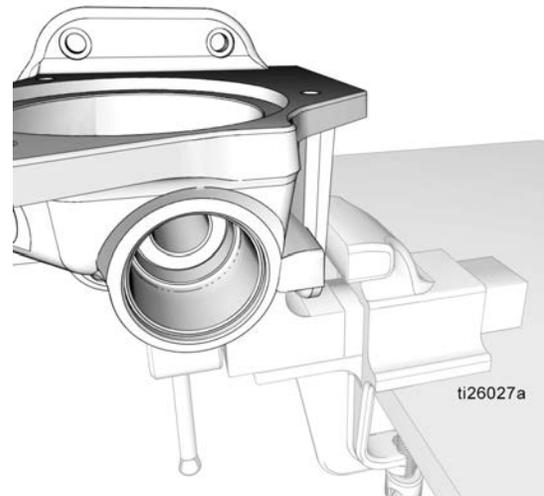

图 38
4. 将泵底座 (1) 重新放置在老虎钳上，如图 38 所示。